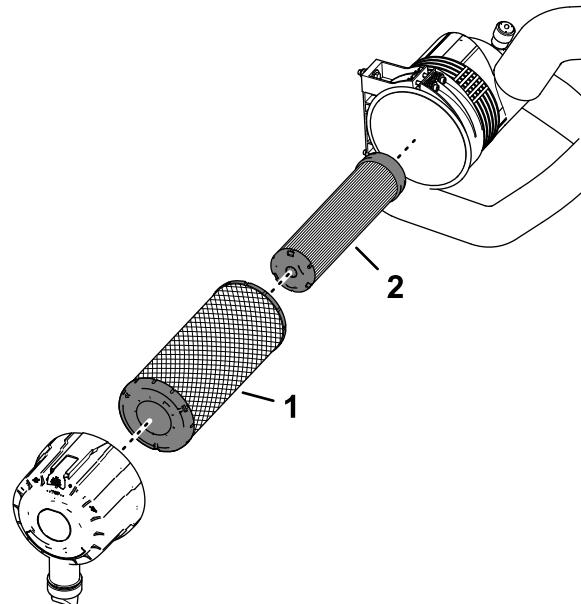

Figure 76
- Contrôlez l'élément de sécurité du filtre (Figure 76). Remplacez-le s'il est encrassé.
Important: N'essayez jamais de nettoyer l'élément de sécurité (Figure 76). Remplacez-le une fois sur trois, quand vous effectuez l'entretien du préfiltre.